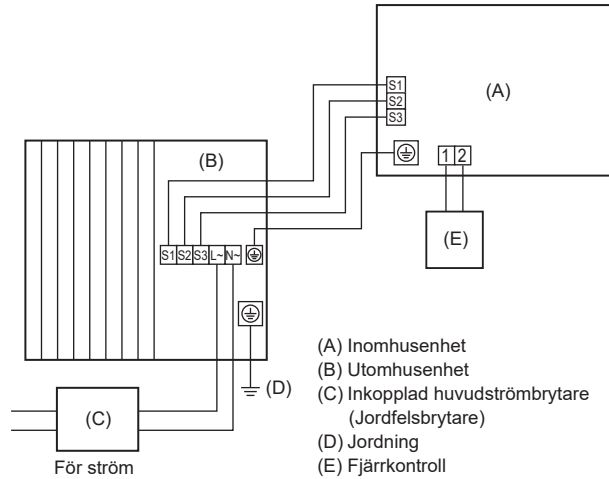
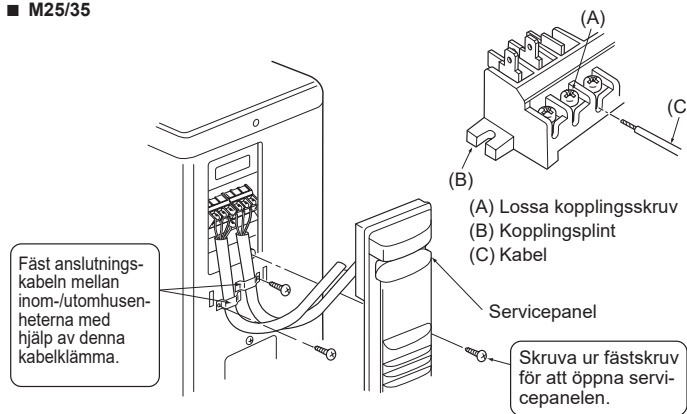
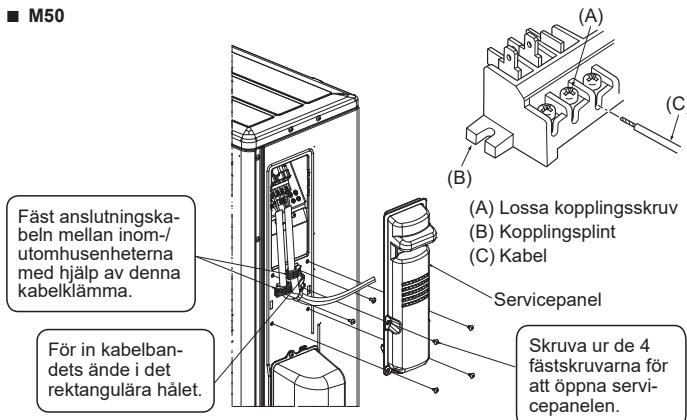
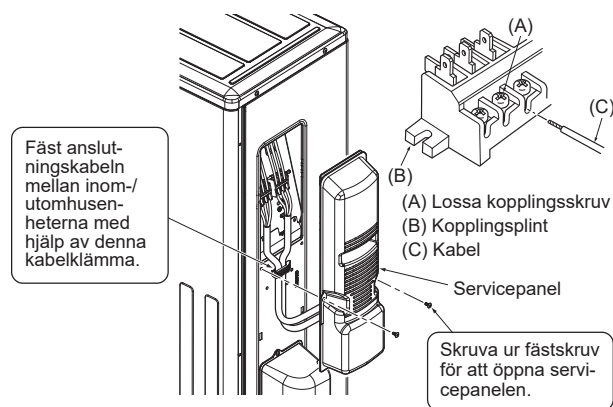

Fig. 6-1
Fig. 6-3
Fig. 6-4
Fig. 6-5
6.1. Utomhusenhet (Fig. 6-1, Fig. 6-2, Fig. 6-3, Fig. 6-4, Fig. 6-5)
- (1) Ta bort servicepanelen.
- (2) Anslut kablarna med hänvisning till Fig. 6-1, Fig. 6-2, Fig. 6-3, Fig. 6-4 och Fig. 6-5.